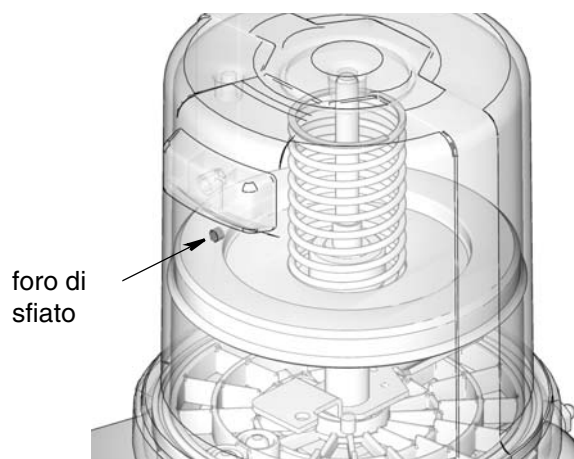

FIG. 20
3. Riempire il serbatoio di grasso finché la guarnizione di tenuta della membrana premigrasso non apre il foro di sfiato (FIG. 20) e la maggior parte dell'aria viene espulsa dal serbatoio.